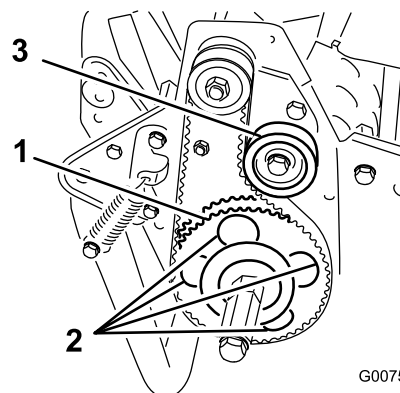

Figura 46
7. Rode a polia conduzida até que os furos fiquem alinhados com os 4 parafusos flangeados dos rolamentos do rolo (Figura 46).
11. Ajuste a tensão da correia e aperte o parafuso de montagem da polia intermédia (Figura 46).